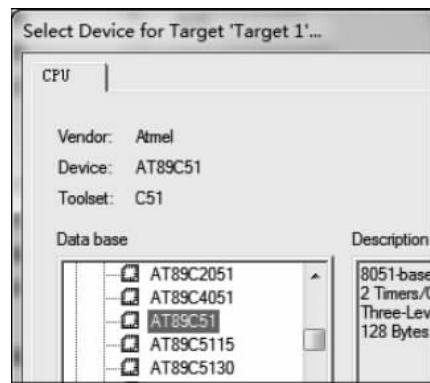

图 3-6 将启动代码添加到项目中
- (4) 选择完毕后, 单击“确定”按钮, 此时弹出提示信息窗口, 如图 3-6 所示。该提示信息询问是否将适合该单片机型号的 AT89C51 启动代码添加到项目中。对于 C51 程序, 选择添加即可。